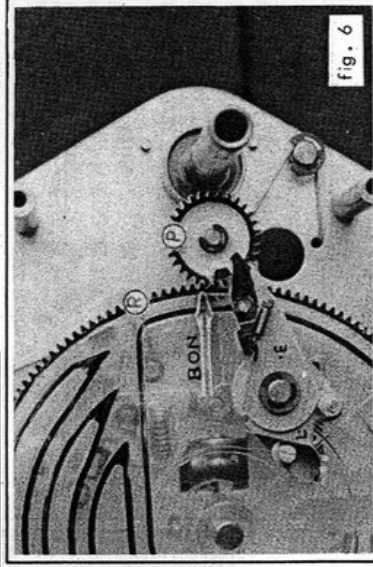
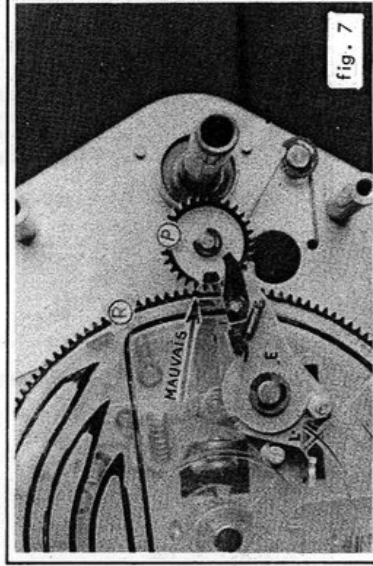

fig. 6
fig. 7
lage du point d'attaque du pignon intermédiaire (P) sur le début de la denture de la roue de commande (R) en recherchant l'orientation qui assure un engrainement correct (voir fig. 6) sans chevauchement des dents. (la fig. 7 montre ce qu'il faut éviter).